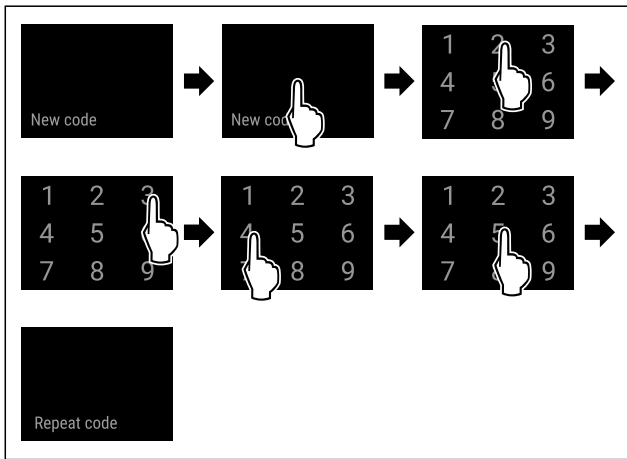

Fig. 95
- ▶ Seguir los pasos de procedimiento (consulte Fig. 95) .